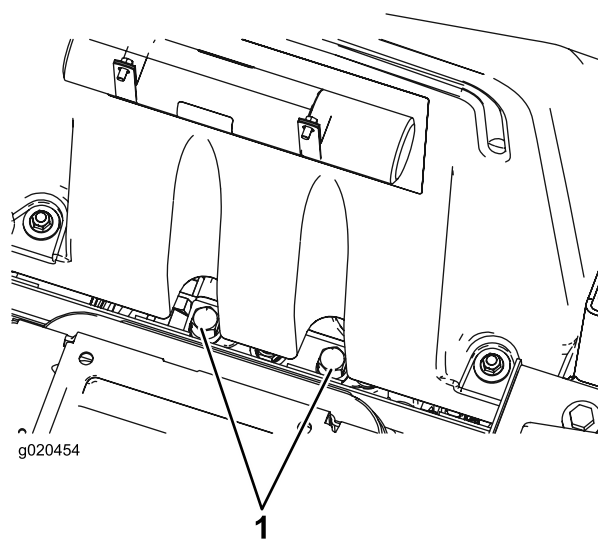

Figura 30
1. As válvulas de derivação encontram-se sob a dianteira do depósito de combustível (Figura 30).